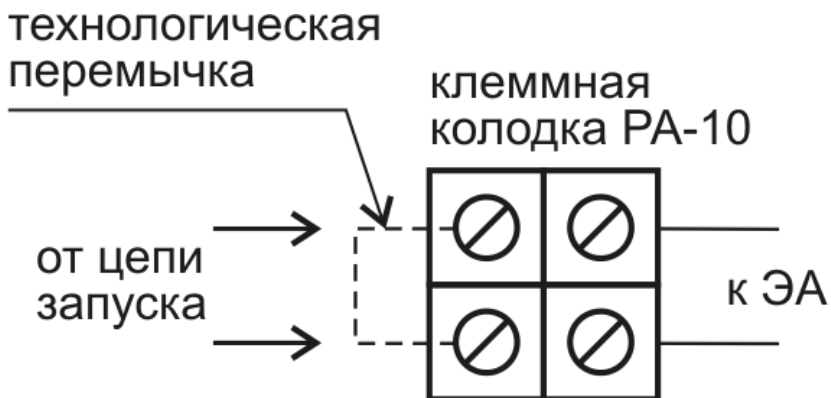

Рис. 4. Схема подключения МПП «Гарант-Д».
5.5. Подсоединить линию пуска к входным контактам клеммника. Схема подключения цепи запуска к МПП «Гарант-D» приведена на рис. 4. При подключении МПП «Гарант-D» полярность значения не имеет.